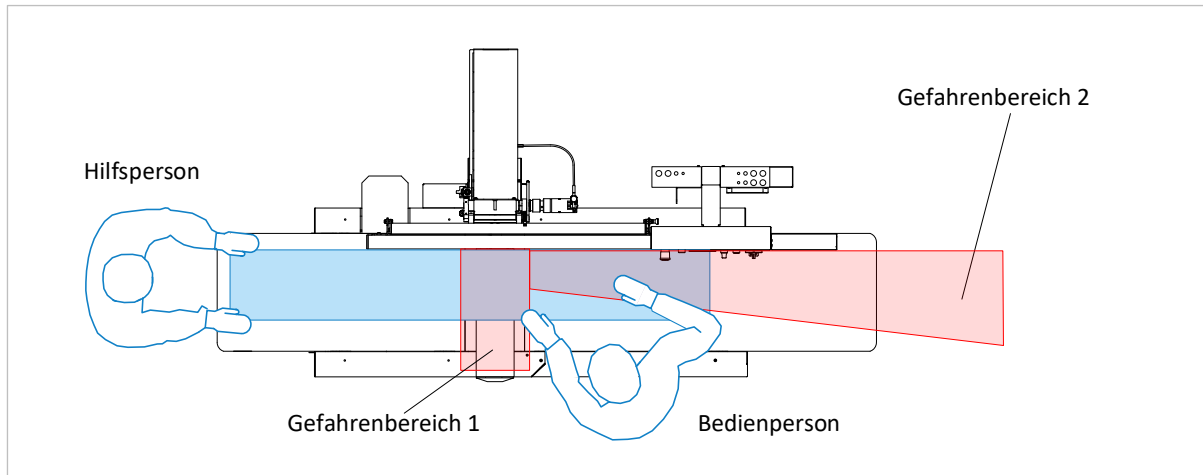

Abbildung 2: Gefahrenbereiche
- Die Bedienperson der Maschine muss beim Abricht hobeln generell vor dem Abrichttisch, rechts neben der Messerwelle bzw. Hobelschutzvorrichtung stehen. Das Betreten des in ⇒ Abbildung 2 gekennzeichneten Gefahrenbereiches 2 ist bei laufender Messerwelle verboten.